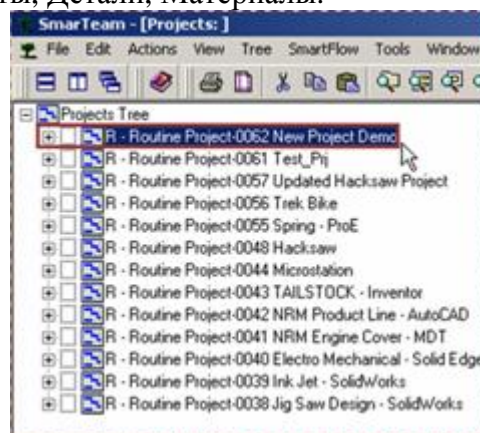

Рис. 8.5. Созданный проект
4. Проект создан и показывается в дереве проектов (рис.8.5)